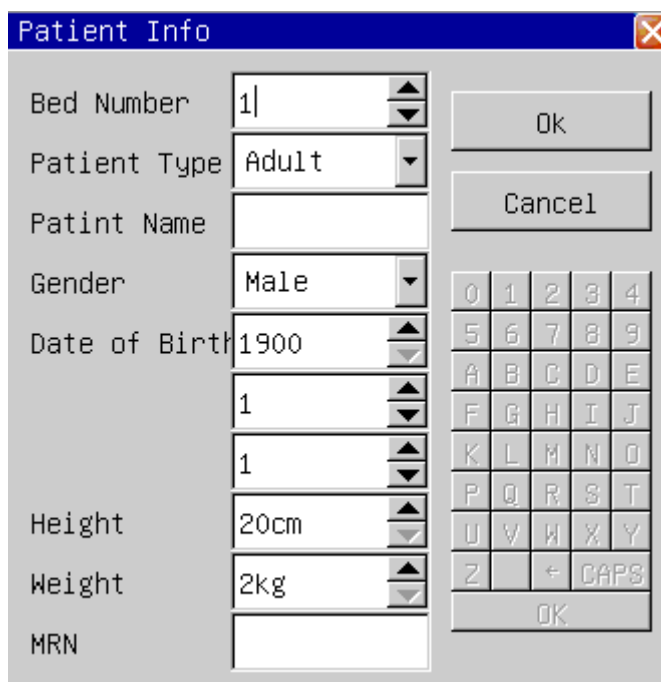

Рисунок 24 – Добавление нового пациента
- 2) ввести информацию о пациенте. См. рисунок 24.